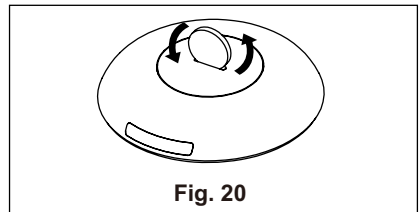

Fig. 20
- 2.** Bruk en mynt eller lignende for å rotere bakdekslet mot klokken for å åpne det. (Fig. 20 og 21)